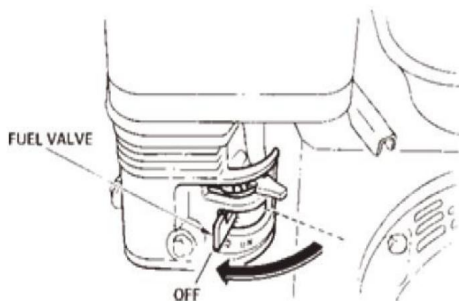

FIG.13
10.3 Fermez le robinet d'arrêt de carburant (FIG. 13) en déplaçant le levier du robinet de carburant en position OFF.